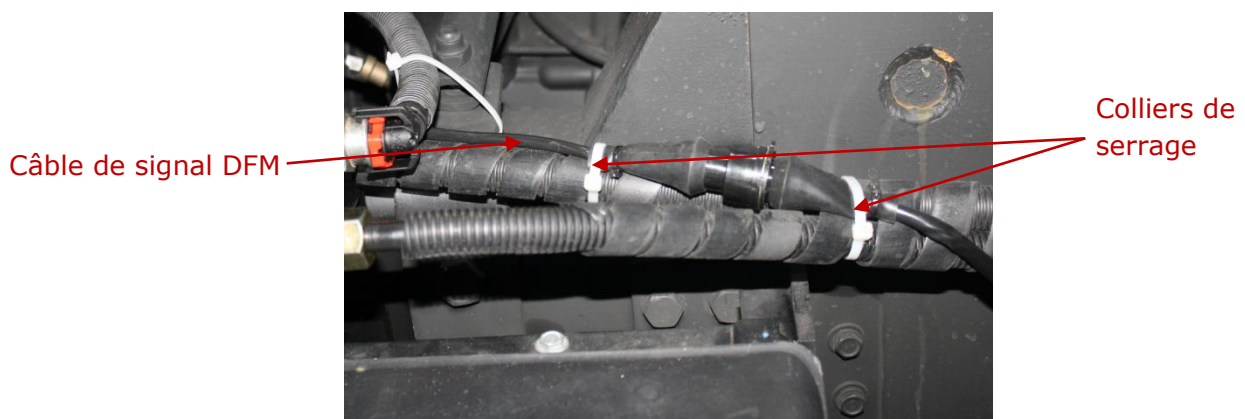

Figure 31 — Pose du câble de signal DFM
- 5) Il est **fortement recommandé de** poser le câble de raccordement du DFM avec le faisceau électrique standard du Véhicule et de le fixer obligatoirement par des colliers tous les 50 cm (voir figure 31).